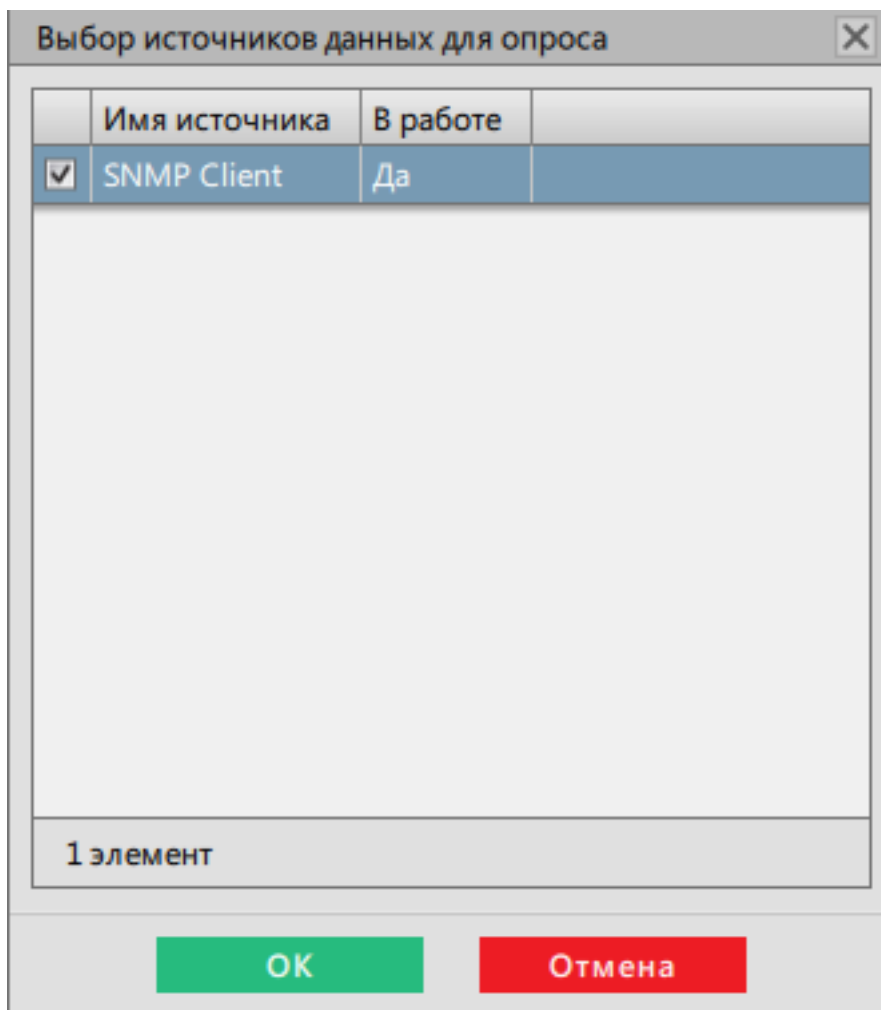

Рисунок 242 - Выбор источников данных для опроса
14. Выберите источник данных для опроса из п.3 и нажмите **ОК** (Рисунок 242).